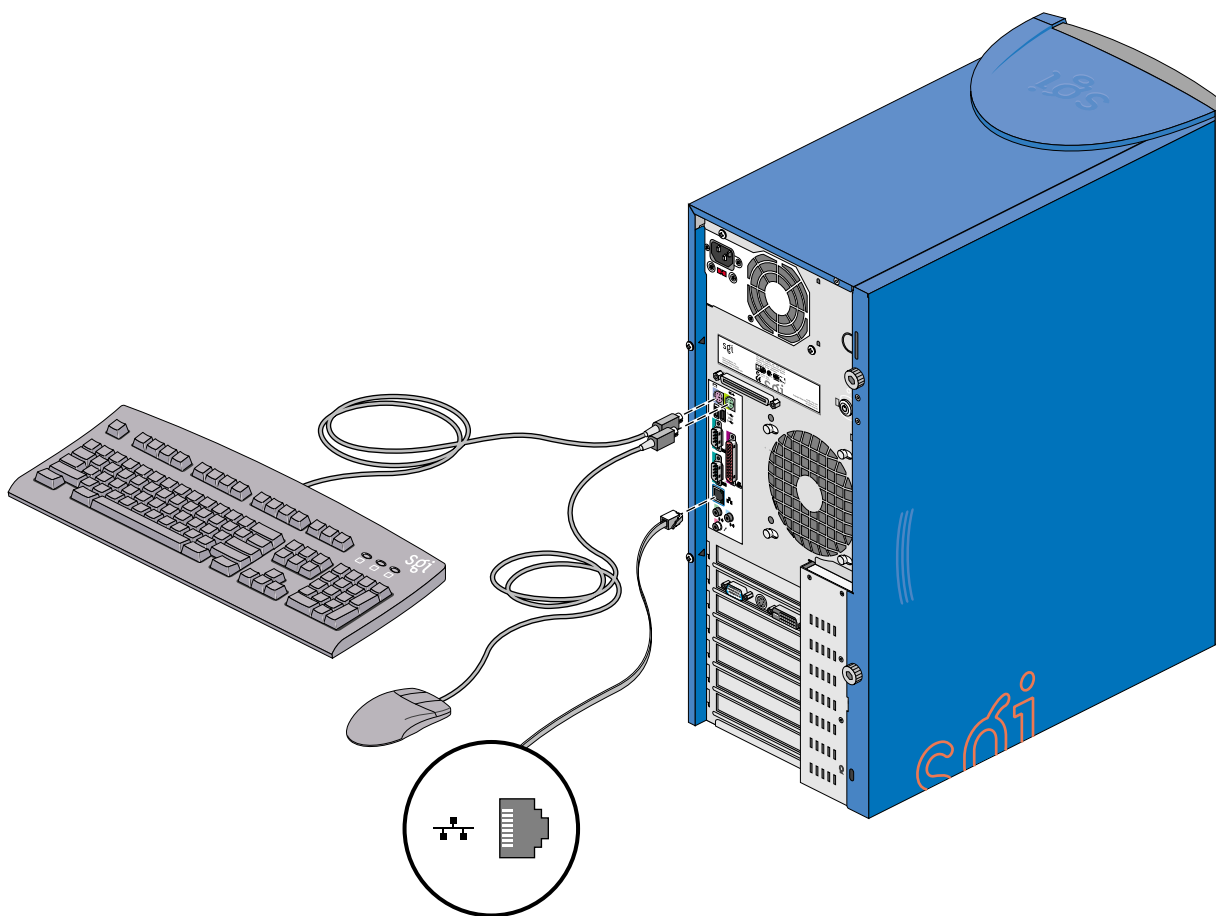

Figure 1-7 Branchement du clavier, de la souris et du câble Ethernet
2. Brancher le clavier et la souris au système comme le montre la Figure 1-7.
3. Brancher le câble Ethernet au système comme le montre la Figure 1-7. Le port Ethernet incorporé est conçu pour fonctionner avec des réseaux Ethernet 10-Base-T ou 100-Base-TX et passera automatiquement à la vitesse appropriée.